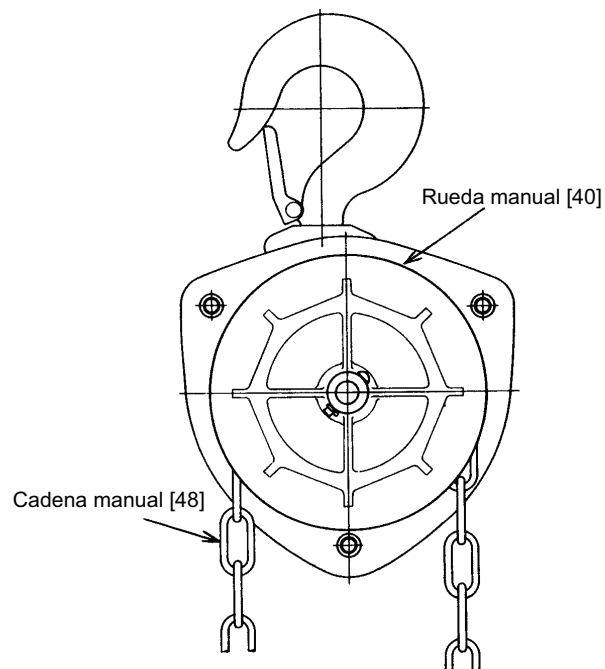

Figura 6-11 Conjunto de la rueda manual
20) Ponga la cadena manual [48] alrededor de la rueda manual [40]. Consulte la Figura 6-11.